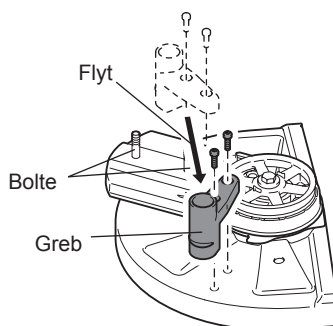

Fig. 5
- (6) Monter grebet igen. (Fig. 5)
- (7) Vend det fjernede skæreværktøj om og før en bolt gennem hullet, og genmonter derefter i retning B.